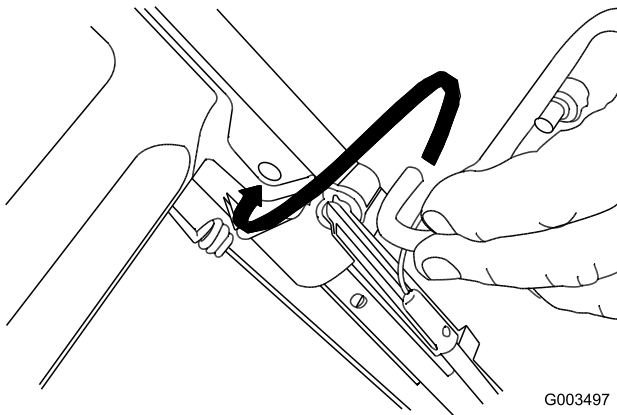

Figure 3
1. Montez la barre de commande de la lame sur la partie supérieure du guidon (Figure 3).